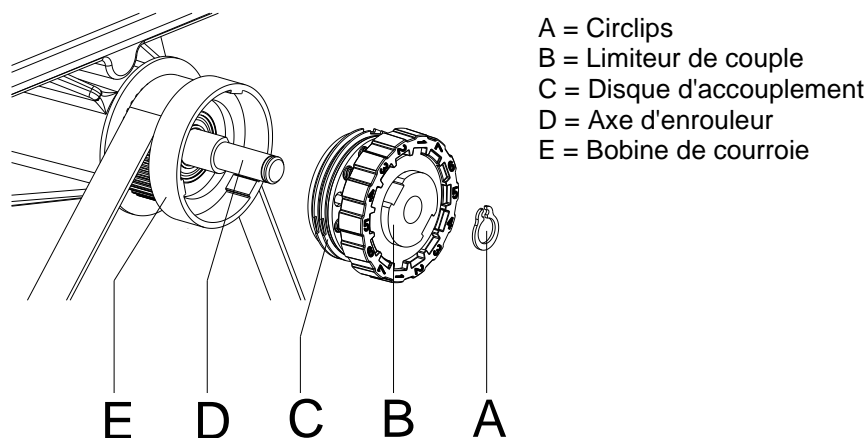

Figure 10
3. Enlever le circlips (A, Figure 10).
4. Enlever l'accouplement et/ou le frein (B, Figure 10) de l'axe d'enrouleur (D, Figure 10).